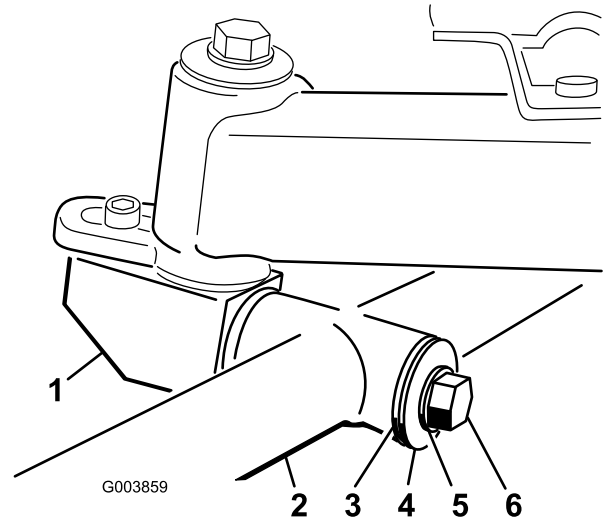

Figura 9
5. Alinhe o eixo de montagem da unidade de corte com o tubo de articulação na estrutura de suporte. Insira o eixo no tubo (Figura 9).
6. Fixe o eixo no tubo de articulação com uma anilha de encosto, uma anilha chata e um perno (Figura 9).